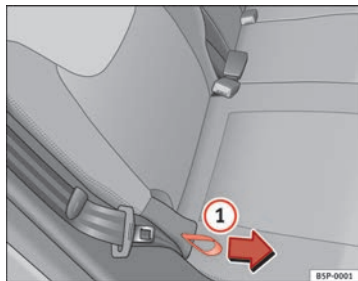

Fig. 99 Regolazione dell'inclinazione dello schienale del sedile posteriore
- Afferrare lo schienale per la parte superiore. Tirare in direzione della freccia la maniglia flessibile che si trova su un lato del sedile ⇒ fig. 99 ① tenendola poi tirata. Contemporaneamente spingere lo schienale all'indietro portandolo nella posizione desiderata, infine lasciare la maniglia.